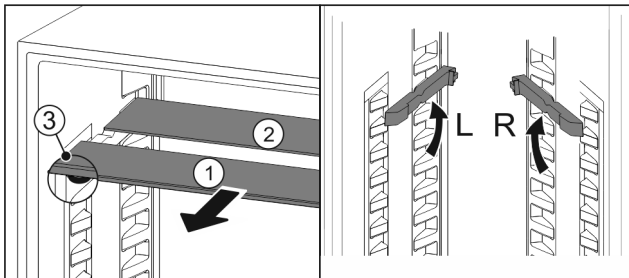

Fig. 115
- estrarre i ripiani di vetro singolarmente tirando in avanti Fig. 115 (1).
- ▷ Il piano in vetro Fig. 115 (1) con il motivo ornamentale è nella parte anteriore.
- ▷ I fermi Fig. 115 (3) sono rivolti verso il basso.